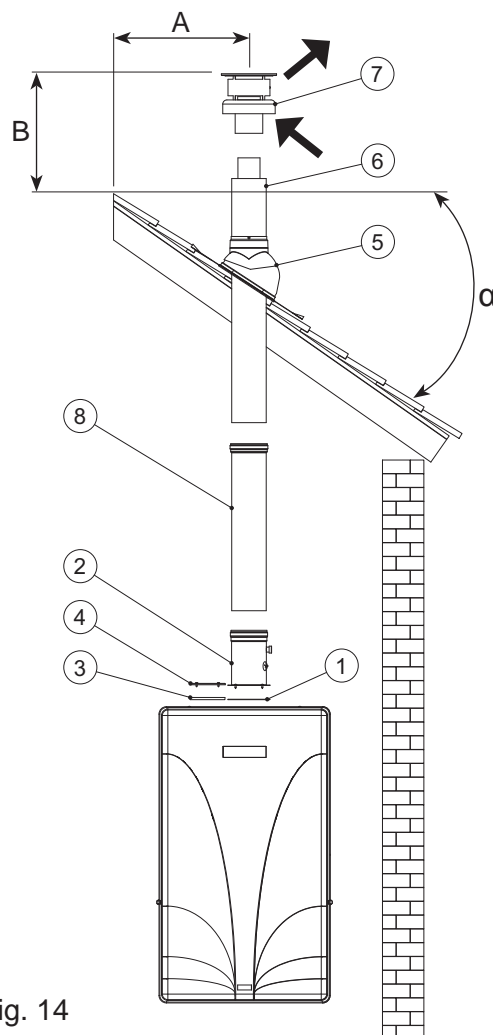

Fig. 14
- fissare il terminale di aspirazione nell'apposita sede interponendo la guarnizione di tenuta utilizzando le quattro viti date in dotazione (Fig. 14);